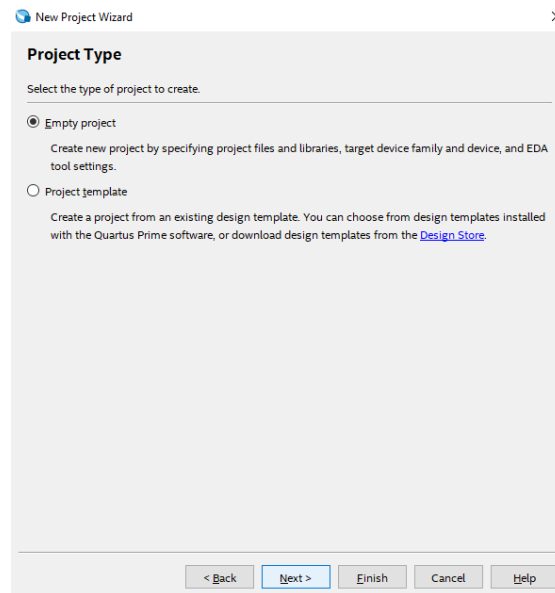

Ilustración 3: Tipo de proyecto
5. Se mostrará la ventana para seleccionar el tipo de proyecto. Se escogerá la opción de Proyecto vacío (Empty project), tal como se visualiza en la ilustración 3. Luego da clic en **Next**.